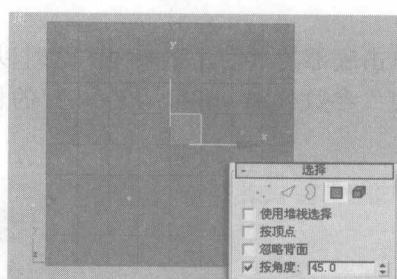

图 2-6 选择子对象
**9** 在顶视图中通过单击的方式选择对象顶部的表面，如图 2-6 所示。